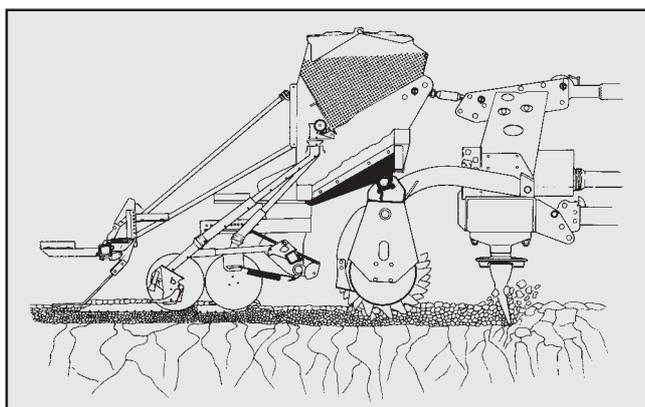

Рис. 6
- **ротационный культиватор АМАЦОНЕ с насадной рядовой сеялкой с дисковыми сошниками** (рис. 6) на всех грунтах (даже очень глинистых или каменистых) с или без подготовительных работ при помощи тяжелого культиватора или плуга, с или без органической массы на поверхности.